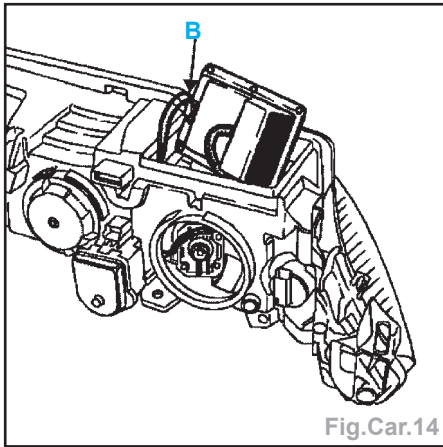

Fig.Car.14
- Débrancher l'alimentation du calculateur (B) (Fig.Car.14).